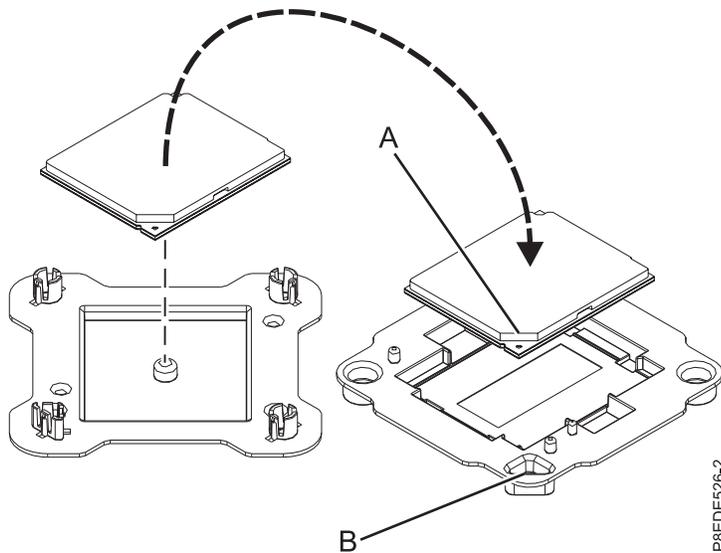

図 87. パッケージへのシステム・プロセッサ・モジュールの取り付け
8. 再取り付けしたシステム・プロセッサ・モジュールの端を軽くつかみ、持ち上げてパッケージ・カバーから外します。モジュールの斜めになった隅 (A) をパッケージ隅の三角 (B) と位置合わせして、パッケージ内に配置します (図 87 を参照)。パッケージ・カバーを閉じます。